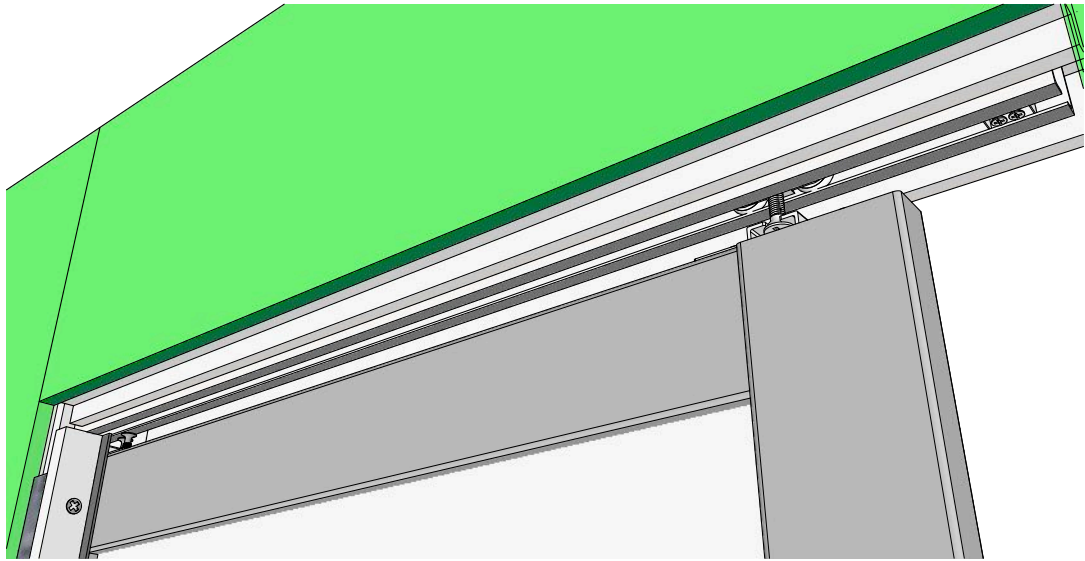

Рисунок 22
9. Монтаж дверного полотна (Рис.22).